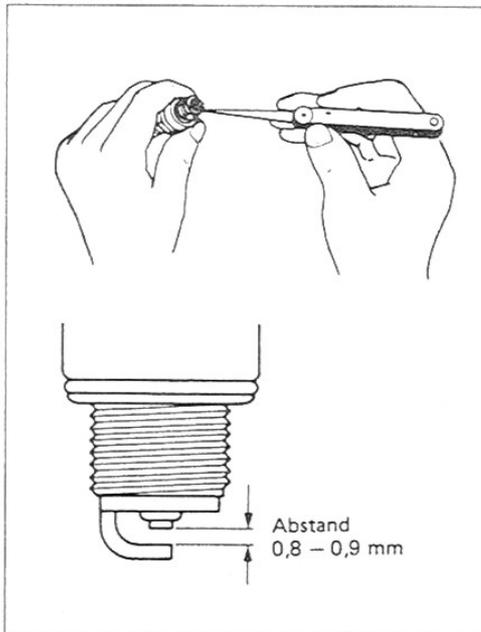

Bild 23
- Elektrodenabstand mit Fühlerlehre messen, Sollwert 0,8 – 0,9 mm. Gegebenenfalls Mittel-Elektrode nachfeilen, dann Abstand einstellen (Bild 23).